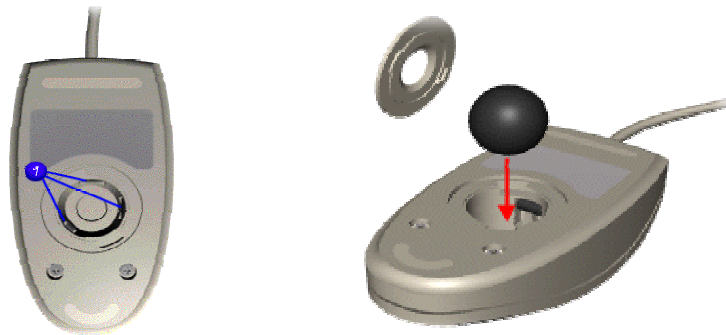

Figura 2.12. Bola y zonas de contacto con los rodillos
1.- **Mecánicos:** Son los más utilizados por su sencillez y bajo coste. Se basan en una bola de silicona que gira en la parte inferior del ratón a medida que desplazábamos éste. Dicha bola hace contacto con dos rodillos, uno perpendicular al ratón y otro transversal, de forma que uno recoge los movimientos de la bola en sentido horizontal y el otro en sentido vertical (Figura 2.12).